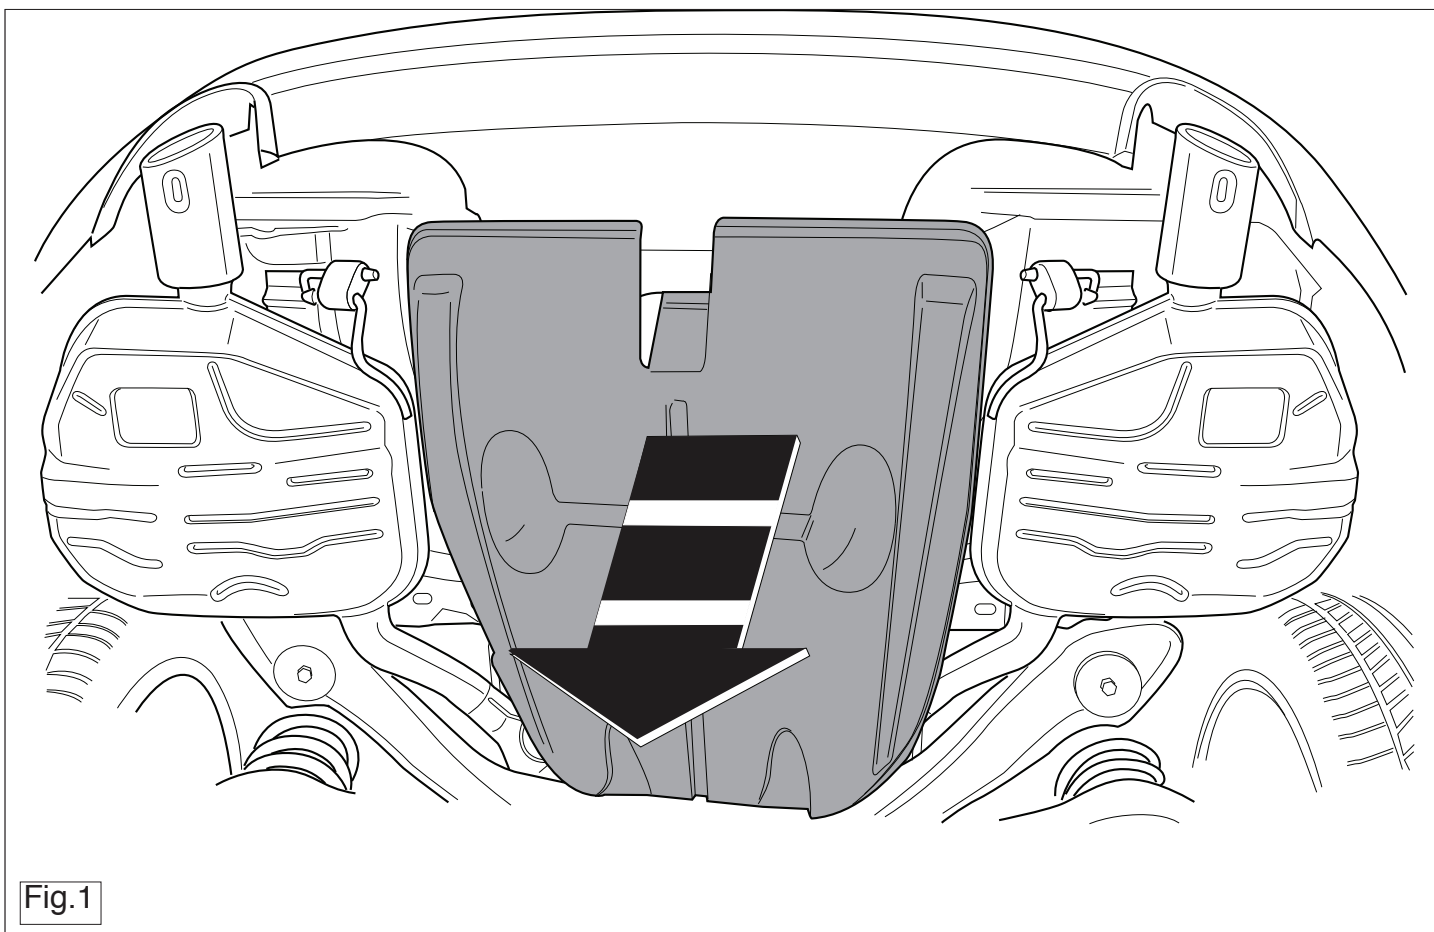

Fig.1
1. Démonter, si présent, la plaque de recouvrement en plastique au milieu de la partie inférieure. Voir la figure 1.
1. Demonter, om de findes, kunststof dækkepladen midt på undersiden. Se fig. 1.
- Zdemontować, gdy obecny, od spodu w części środkowej pływ osłony z tworzywa sztucznego. Patrz rysunek 1.